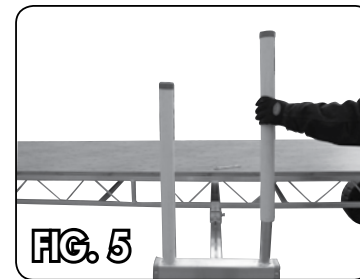

FIG. 5
5. SLIDE PVC BOW PROTECTORS OVER UPRIGHTS AS SHOWN IN **FIGURE 5**.